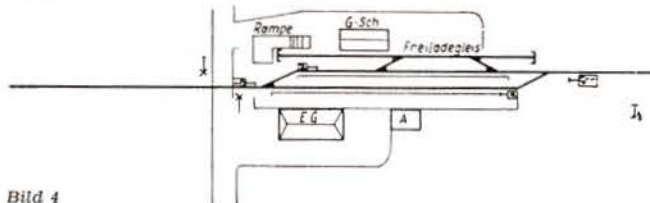

Bild 4
4. Durchgangsbahnhof an zweigleisiger Strecke (Bild 4)
Sehen wir uns nun einmal die typisch sächsische Bahnhofsform an. Sie ist sowohl an Nebenbahnen als auch an Hauptstrecken zu finden. Als einer ihrer Vertreter sei hier der Plan nach Bild 4 gebracht. Das Charakteristische daran ist, daß jeweils das Einfahrgleis geradlinig auf einen Bahnsteig des Bahnhofs zuläuft und dann erst über eine spitzbefahrene Weiche das Ausfahr Gleis erreicht. Dieser Plan eignet sich auch vorzüglich für Kleinanlagen. Die Länge der verkehrenden Züge kann mit vier bis fünf Wagen bemessen werden.